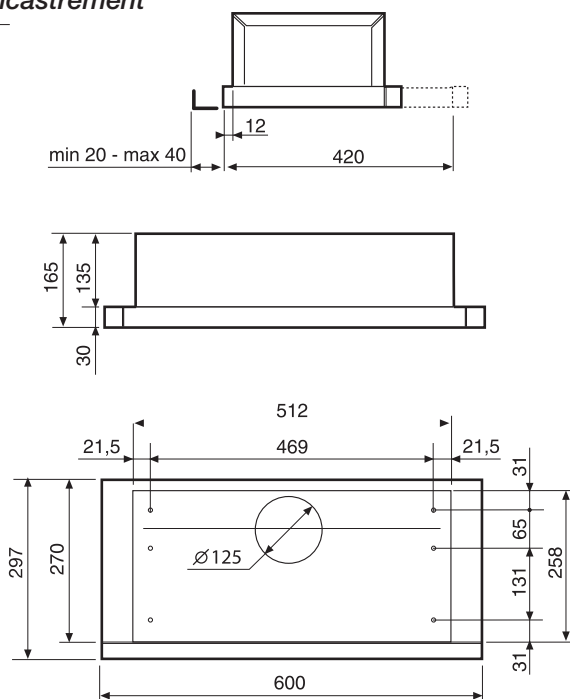

Fig. 1
- Ce genre d'appareil doit être encastré à un panneau ou à un support. Pour la fixation utiliser les 4 vis adaptées au type de meuble, perçant les trous selon le schéma (Fig.1)